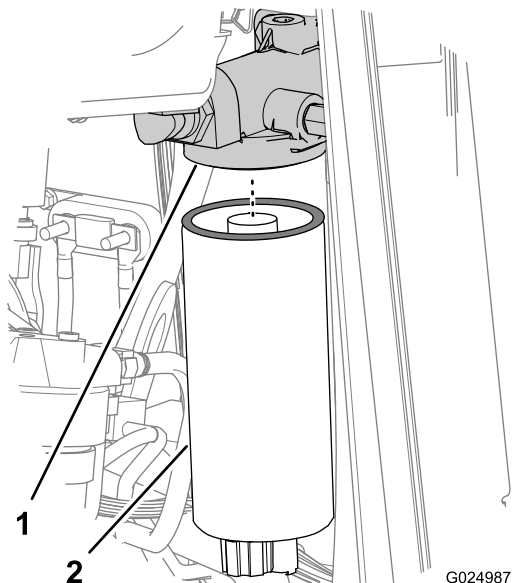
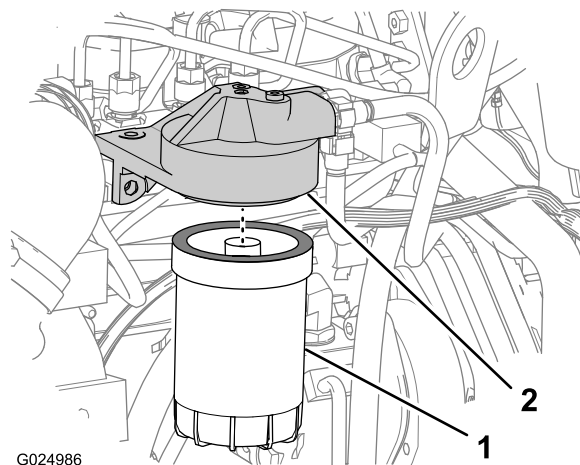

Figura 74
Figura 75
7. Allentate e rimuovete il filtro carburante principale (Figura 74).
9. Allentate e rimuovete il filtro carburante secondario (Figura 75).
1. Pulite le superfici di tenuta degli adattatori dei filtri principale e secondario (Figura 74 e Figura 75).
3. Montate il filtro carburante principale sull'adattatore del filtro e serrate il filtro fino a quando la guarnizione non entra in contatto con la superficie della testa del filtro (Figura 74).
non entra in contatto con la superficie della testa del filtro (Figura 75).